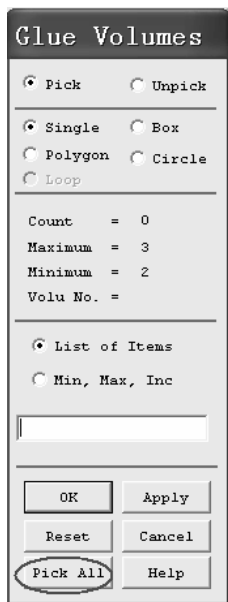

图 3-21 “Glue Volumes” 窗口
(11) 依次选择 Main Menu>Preprocessor>Modeling>Operate>Booleans>Glue>Volumes，弹出“Glue Volumes”窗口（见图 3-21），单击“Pick All”按钮，三个独立的立方体被黏结在一起。